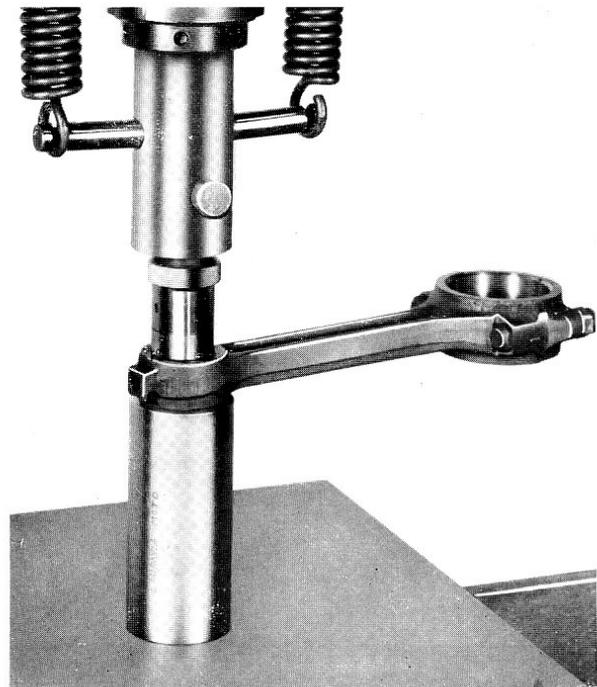

Fig. 36
- 7° Extraire l'ancienne bague en actionnant la presse (fig. 36).